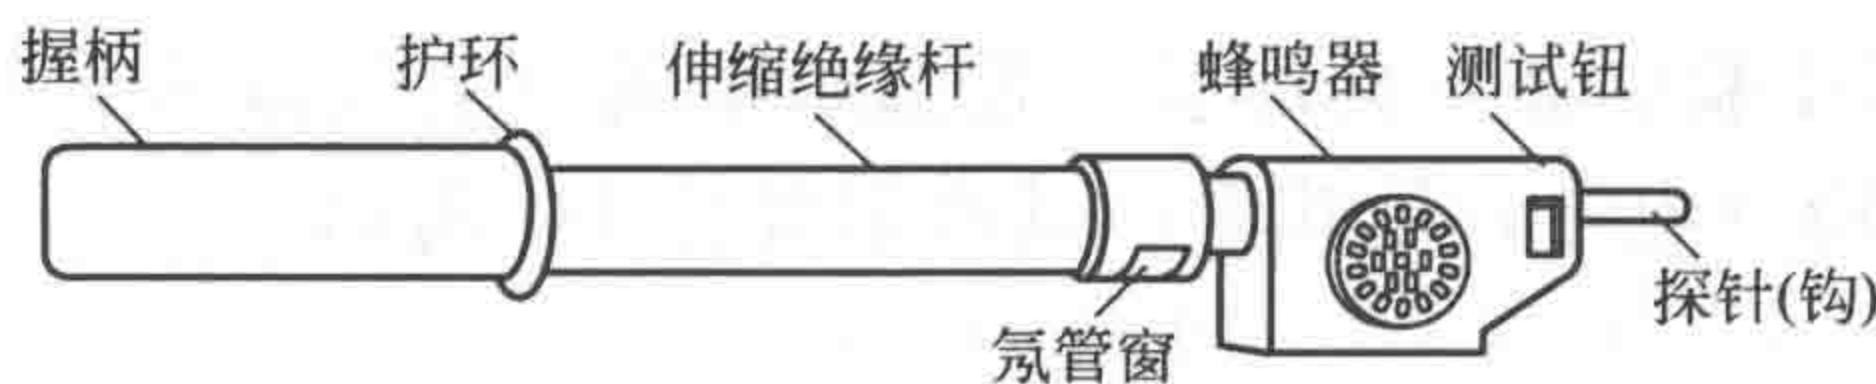

图 1-3 10kV 高压验电器外形
② 高压验电器 又称高压测电器，其外形如图 1-3 所示。10kV 高压验电器由探针、蜂鸣器、伸缩绝缘杆、氖管窗、护环和握柄组成。